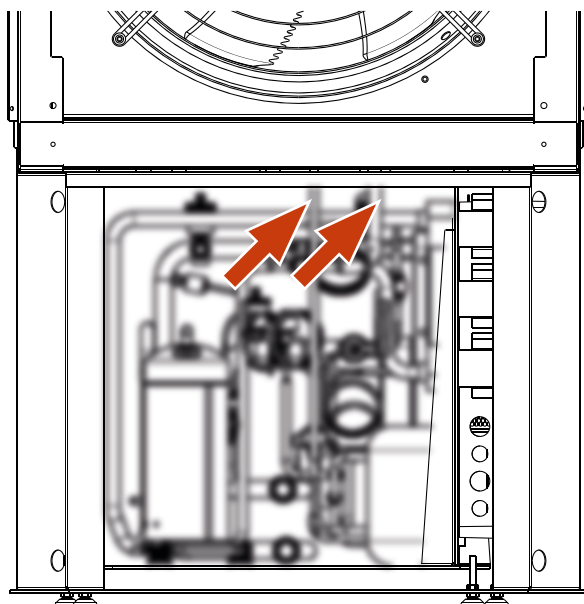

Abb. 23: Kälteleitungen zu Verdampfer kappen und Kälteblock entfernen
- ▶ Restliches Wasser in der Wärmepumpe am dafür vorgesehenen KFE-Hahn entleeren → siehe Abb. 23